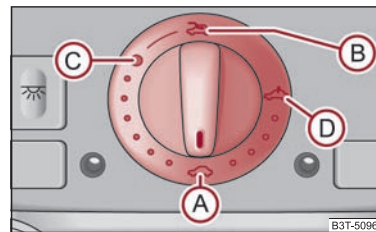

Fig. 41 Conmutador giratorio para el techo corredizo/elevable eléctrico
El techo corredizo/elevable se maneja con el conmutador giratorio ⇒ fig. 41 y sólo funciona estando conectado el encendido. El conmutador giratorio tiene varias posiciones.
- Gire el conmutador a la posición **C** ⇒ fig. 41.
- Gire el conmutador a la posición **A** ⇒ página 57, fig. 41.
El techo corredizo/elevable está equipado con un limitador de fuerzas. Si un obstáculo (p. ej., hielo) impide el cierre, el techo corredizo/elevable se parará y se abrirá completamente. Puede cerrar por completo el techo corredizo/elevable sin limitación de fuerza, pulsando el interruptor en la posición **A** ⇒ página 57, fig. 41 delantera hasta que el techo corredizo/elevable esté completamente cerrado ⇒ ⚠.
Tras cada accionamiento de emergencia se debe colocar el techo corredizo/deflector en la posición básica. Por ello, se deberá colocar el conmutador giratorio en la posición **(A)** ⇒ página 57, fig. 41 y presionar hacia delante durante unos 10 segundos. ■